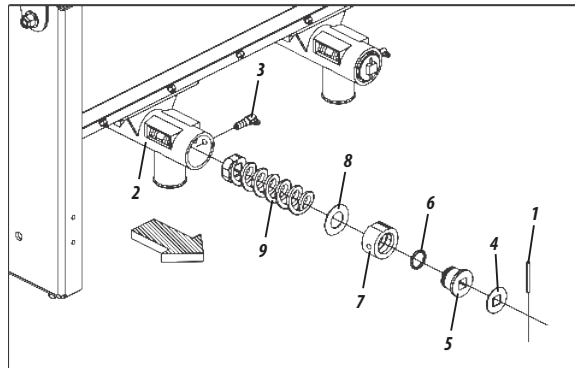

Figura 38
LIMPEZA DO SISTEMA DE ADUBO - SISTEMA DE ADUBAÇÃO OPCIONAL (FIGURA 38)
- Tire o pino elástico (1) da parte traseira do canhão distribuidor (2). Em seguida, solte o parafuso (3), retire a arruela (4), bucha (5), anel (6), bucha (7), arruela (8) e finalmente a mola (9) puxando para trás, **conforme mostra a figura 38**.